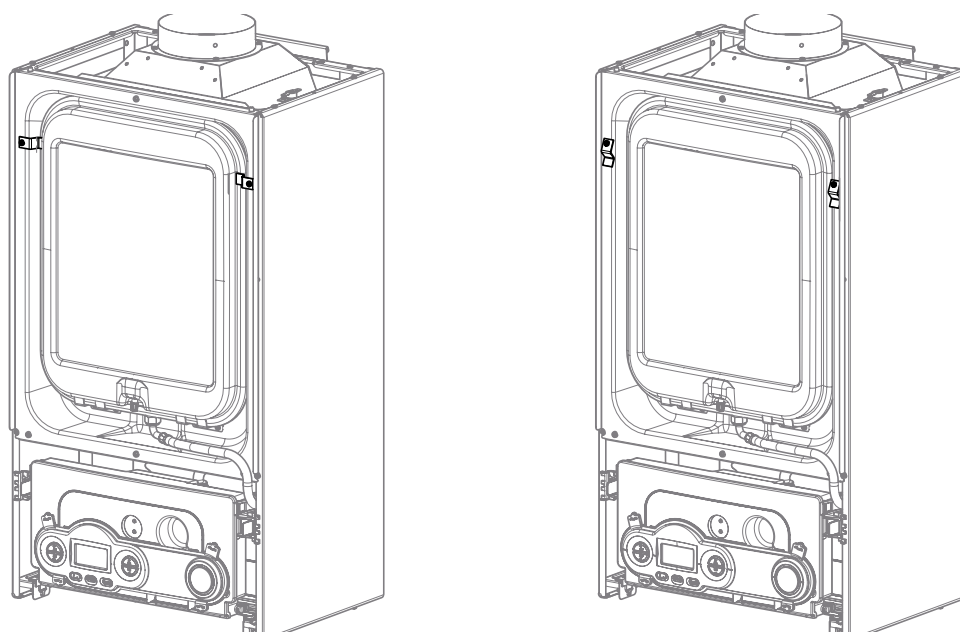

Fig. 15 Démontage brides blocage vase d'expansion
- Déplacer le vase d'expansion (voir Fig. 15 Démontage brides blocage vase d'expansion).